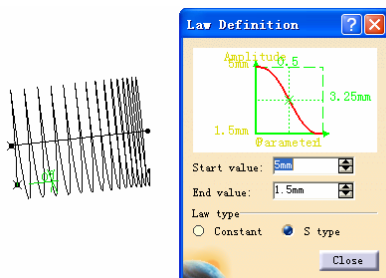

图 4-198
- S 形 (Style): 该方式由于螺距的初始值与终止值不同, 可以形成前后螺旋密度不一致的螺旋线。此时螺旋数目由旋转圈数 (Revolutions) 决定 (在此该值设置为 15), 其结果如图 4-198 所示。